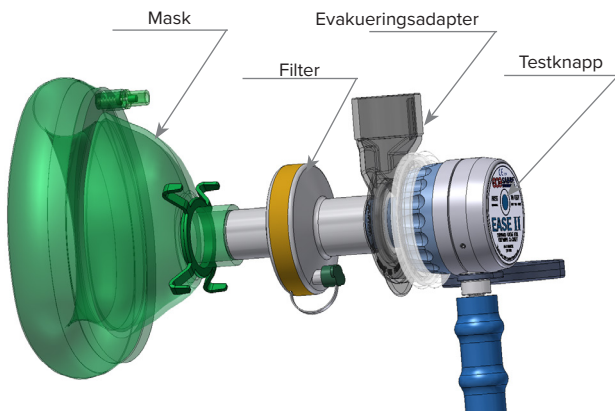
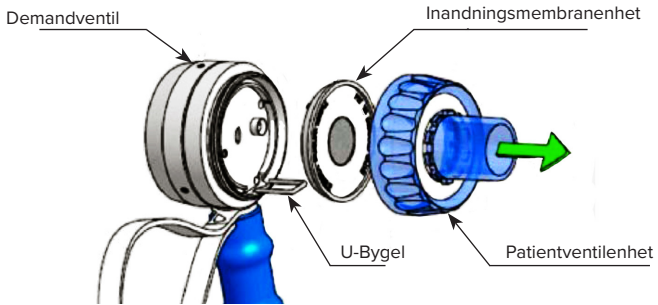

Bild. 1: Fastsättning av evakueringsadapter, mask och filter.
Bild. 2: Demandventilens delar
- Om evakueringsadapter i systemet, sätt fast den på demandventilen genom att pressa på den på patientventilen (se Bild. 1).
Välj lämplig mask, munstycke eller filter till patienten och anslut den till demandventilen genom att pressa den på det koniska uttaget med diameter 22 mm, som sitter på patientventilen (se Bild. 1).
De system som är försedda med en testknapp, kontrolleras genom ett lätt tryck på testknappen (bild. 1, bild. 2). Därvid skall ljudet av gas som flödar genom masken, eller munstycket höras. Efter det att testknappen har släppts, skall flödet stoppa.